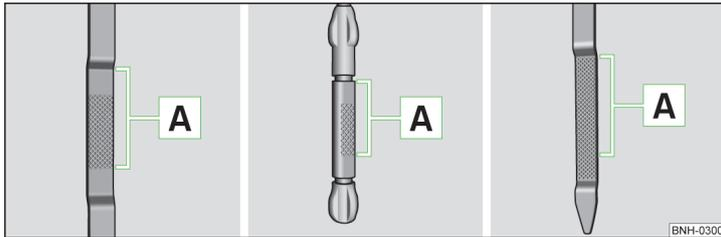

Fig. 115 Raffigurazione di principio: Asta di livello dell'olio
Asta di livello dell'olio » fig. 115
- Il livello dell'olio non deve mai superare o scendere al di sotto del settore **A** » fig. 115 - pericolo di danneggiamento del motore e dell'impianto di scarico!
- Se il livello dell'olio supera il settore **A** » fig. 115, non proseguire! Spegner il motore e richiedere l'intervento di un'officina autorizzata.